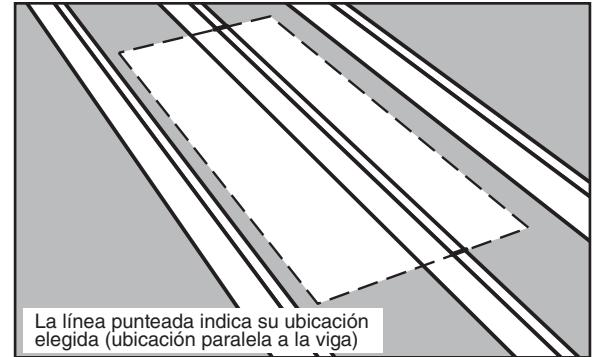

FIGURA 7
- Si la ubicación elegida es paralela a las vigas, marque la longitud de la abertura preliminar en la parte superior de las vigas (Vea la Figura 7). No corte la viga en esta marca.